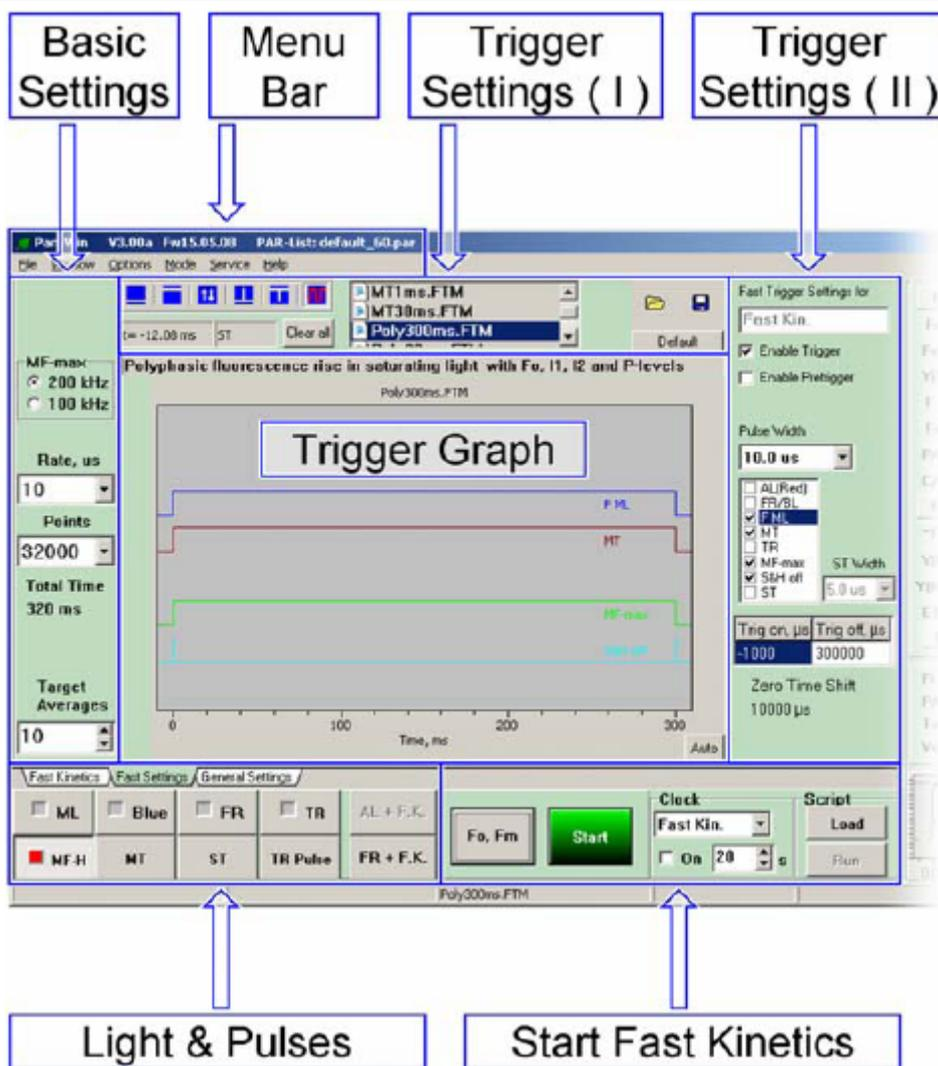

图 4.9 快速设置窗口
设置测量光的最大频率 (图 4.9)，测量光越高仪器的信噪比越低，但是测量光强也随着频率的升高而升高，从而会影响到光合作用。
一共有 6 个工具标签来对触发信号进行设置 (图 4.9, 图 4.10)。
- 通过点击标签上的复选框选择一个事件（图 4.9 Trigger Settings(II)）